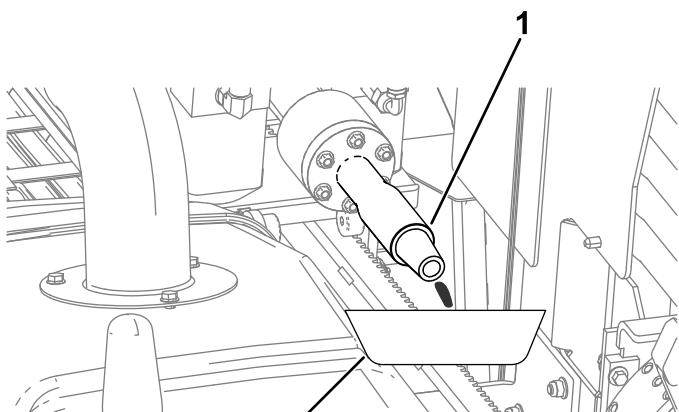

Figura 151
- B. Posicione uma bandeja de drenagem sob o mandril para coletar o excesso de anticongelante (Figura 151).
- D. Quando o anticongelante escoar pelo mandril (Figura 151), desligue a bomba.